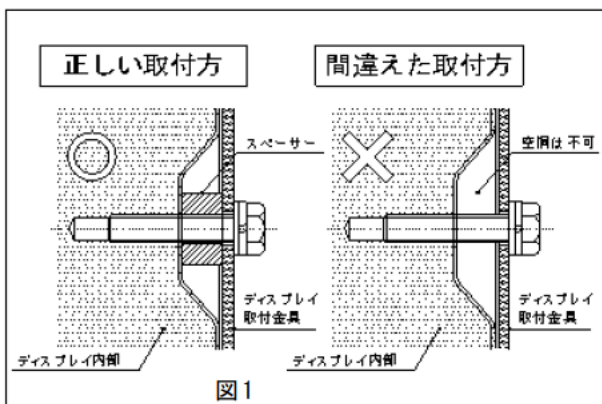

図1
4. Panasonic 製品の一部にはディスプレイ背面取り付け穴が凹んでいるものがあります。下図(図1)を参考にスペーサー(φ21×12 孔φ8)をご使用ください。